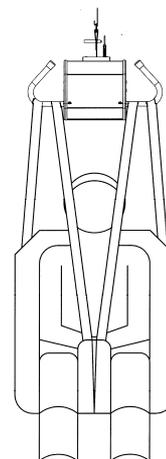

Abb. 2
- Nun werden die Gurte des Rückenteils in den U-Bügel eingehängt. (Abb. 2)